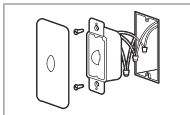

figura 2
2. Depois de retirada a tampa plástica, você irá visualizar a placa de circuito impresso e em especial o sensor infravermelho o qual não deve ser tocado pois poderá danificá-lo, o sensor de intensidade de luz e um indicador luminoso vermelho (conforme figura 2).